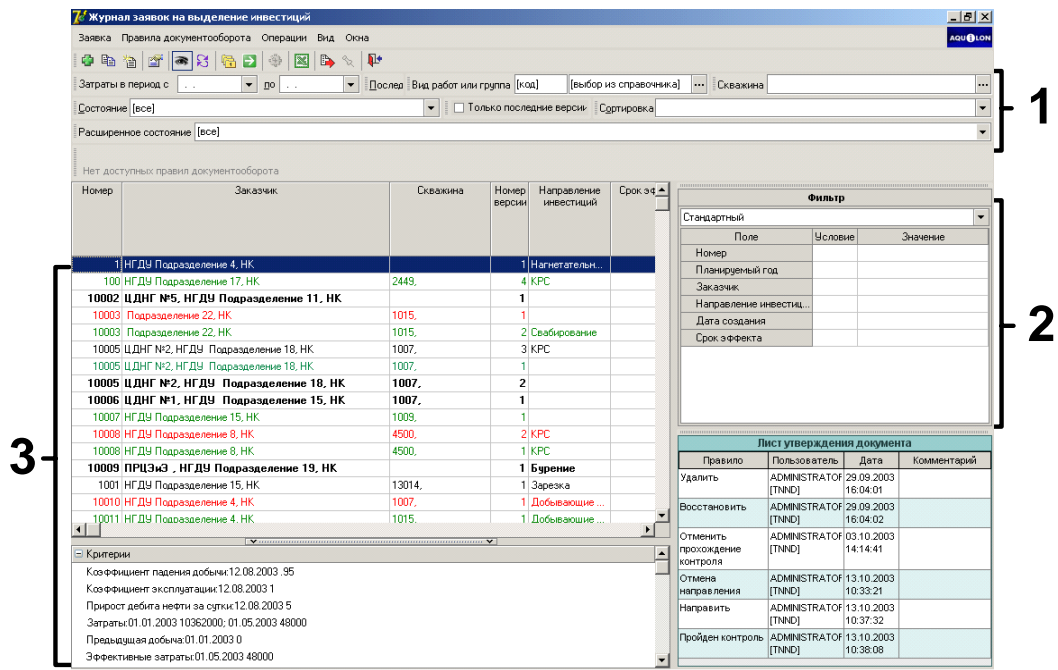

Рисунок 1.65.
1. Для проведения поиска введенных заявок на выделение инвестиций заполните все или часть полей, являющихся критериями поиска (рис. 1.65.{1}):
Также для поиска можно использовать поля фильтр (рис.1.65.{2}): в столбце «Условие» панели «Фильтр» задайте условие, на основании которого будет проводиться фильтрация заявок. Для этого:
3. В результате в окне (рис. 1.65.{3}) отобразятся все заявки, удовлетворяющие заданным критериям поиска.
В окне «Журнал заявок на выделение инвестиций» (рис. 1.65.) сотрудник подразделения создает заявку на выделение инвестиций и направляет ее в управление для проверки (пользователь выполняет правило документооборота «Направить»). Все направленные заявки рассматриваются соответствующими специалистами в зависимости от включенных видов работ, каждый специалист утверждает заявку по своей специализации (соответствующие пользователи выполняют правило документооборота «Утвердить геологию», «Утвердить ремонты» и т.д.). После рассмотрения всеми необходимыми специалистами заявка проходит контроль (пользователь выполняет правило документооборота «Пройден контроль»). Заявки, прошедшие контроль, включаются в инвестиционный портфель и рассматриваются ответственным лицом в управлении на предмет выделения средств по заявке (заявка автоматически принимает состояние «Рассматривается» при создании инвестиционного портфеля). После утверждения инвестиционного портфеля заявки автоматически принимают состояние «Включена в портфель». Такие заявки передаются в подразделения, где принимаются к исполнению.
1. В окне **«Журнал заявок на выделение инвестиций» (рис. 1.65.)** произведите поиск заявки (правила проведения поиска заявок см.п.1.3.).
Документооборот, производимый пользователем в окне «Журнал заявок на выделение инвестиций» (рис. 1.65.), осуществляется с помощью пункта меню **Правила документооборота** (рис.1.1{1}) или *панели функций* (рис.1.1{3}). В таблице 5 представлено назначение кнопок панели документооборота.
1. В окне «Журнал заявок на выделение инвестиций» произведите поиск требуемой заявки и установите на нее курсор (рис. 1.65.).
1. в журнале на выделение инвестиций (рис. 1.65.) выделите эту заявку;
1. Выделите, щелкнув левой кнопкой мыши, нужную запись в таблице записей окна «Журнал заявок на выделение инвестиций» (рис. 1.65.).
1. В окне «Журнал заявок на выделение инвестиций» (рис. 1.65.) в фильтре укажите условия, по которым отбираются заявки для проведения группового расчета критериев (например, заявки с текущей датой создания, заявки с направлением инвестиций КРС и т.д. Работа с фильтром описана в п.1.3. данной документации).